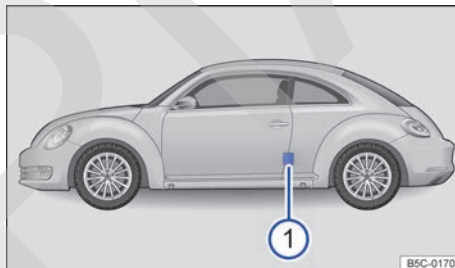

Fig. 175 En el pilar de la puerta del conductor: adhesivo de la presión de los neumáticos (o en la cara interior de la tapa del depósito de combustible).
- ① Indicación: Compruebe la presión de los neumáticos con estos en frío.
- ② Presión de los neumáticos en caso de carga parcial
- ③ *En función del vehículo*: Presión de confort de los neumáticos en caso de carga parcial
- ④ Presión de los neumáticos en caso de carga plena
- ⑤ Presión del neumático de la rueda de repuesto o de la rueda de emergencia
En el adhesivo figura la presión correcta para los neumáticos autorizados. El adhesivo se encuentra en el pilar de la puerta del conductor → fig. 175 ① o en la cara interior de la tapa del depósito de combustible.